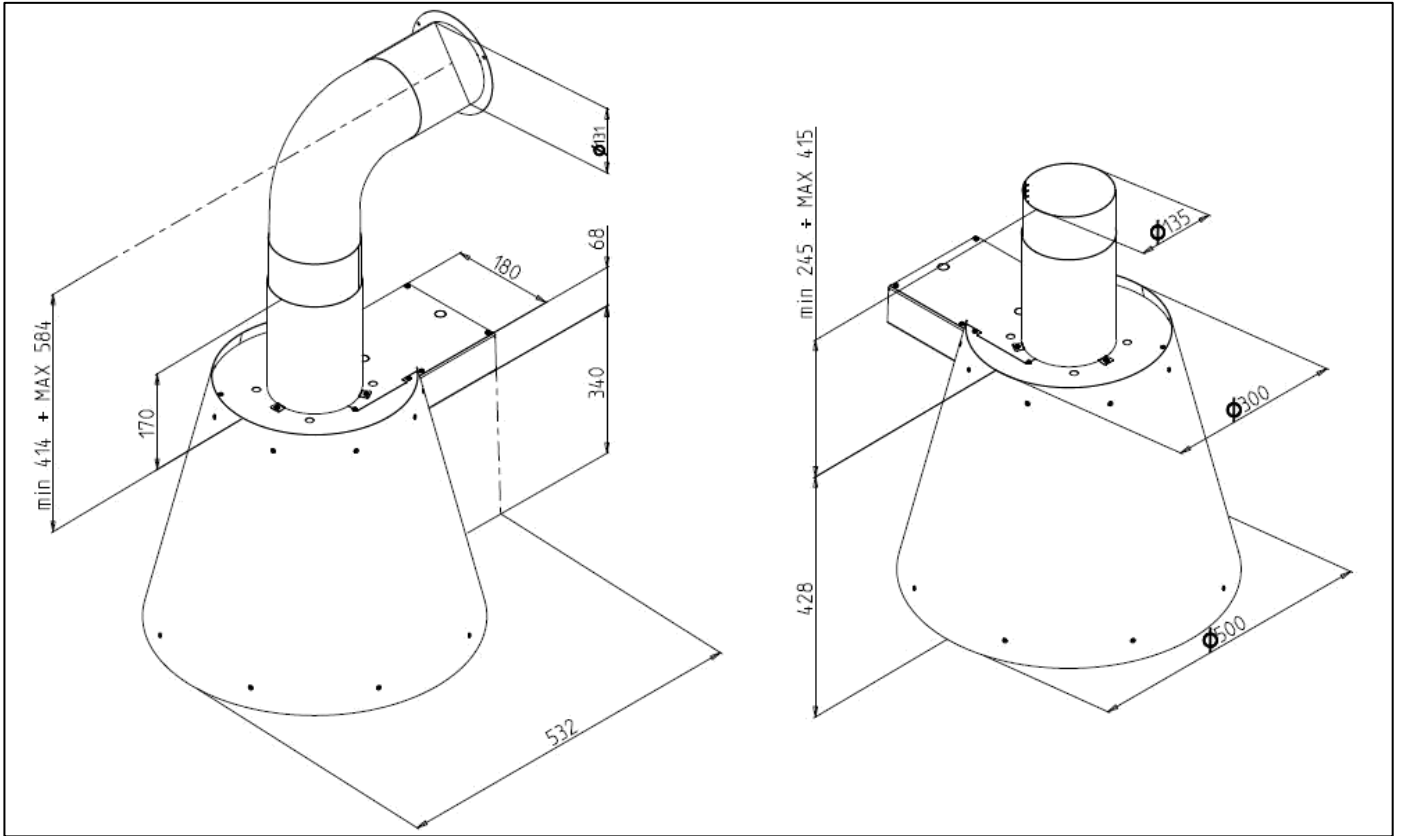

FIG. 1
- É possível instalar o exaustor em duas configurações de tubos diferentes, consoante o orifício de saída da chaminé esteja na parede (com tubo de 90° fornecido de série) ou no tecto. Veja a FIG.1 em relação às excursões do tubo telescópico;